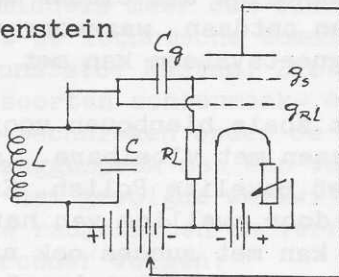
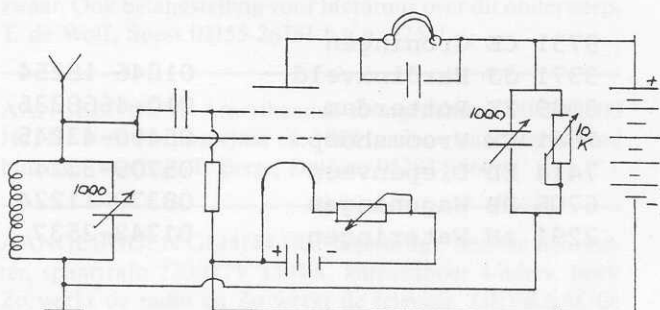

Fig. 2.
Fig. 3. Door Philips in 1925 geoptrooeerde N.R.-ontvangschakeling.
Het schema van fig. 2 laat zien hoe dit in zijn werk gaat: een kleine wisselspanning over de L/C kring komt via C op het signaalrooster g_s ; de ontstane g ruimteladingsrooster (g_s)-wisselstroom doorloopt - nu in de juiste fase - de spoel L en versterkt de wisselspanning op g_s stijgt uiteindelijk tot een waarde die
Op 20 oct. 1923 werd de "Eenspoel-generator" door Numans voor de Haagse leden van de NVVR gedemonstreerd (ref 53). De speciale Numans Korte Golf Generator (ref. 14 en 44) heeft kennelijk ook de buurman van mijn vrienden geïnspireerd zoals men kan zien door vergelijking van foto 1 (en 2) van het door mij herbouwde "aandoenlijke kastje" met de afbeelding uit Numans' boek "Korte-Golf Ontvangst" (foto 3). Naar ik ook zelf heb kunnen constateren oscilleert de schakeling zeer gemakkelijk over een breed frequentiegebied en met uiteenlopende L/C-verhoudingen in de kring. Geen wonder dus dat de N.R.-generator bij de amateurs populair was voor afregel en testdoeleinden (ref. 50, 54, 55 en 56). De inzet van het genereren is goed instelbaar door regeling van de gloeistroom. Het ligt dan voor de hand om aan de spoel van fig. 2 antenne en aarde te verbinden, in de plaatkring een hoofdtelefoon op te nemen en op ontvangst te gaan. Dit is veelvuldig geprobeerd en bediscussieerd! (ref. 9, 10, 12, 23, 24, 25 en 26). "De Telegraaf" van 30 oct. 1925 maakt melding van een Philips' octrooiaanvraag voor een op de Numans-Roostenstein-oscillator gebaseerde ontvangerschakeling (ref. 22, 26, 38b). Het Philips' schema is afgebeeld in fig. 3; wie weet is er iemand, die hiermee nog eens op avontuur wil gaan!